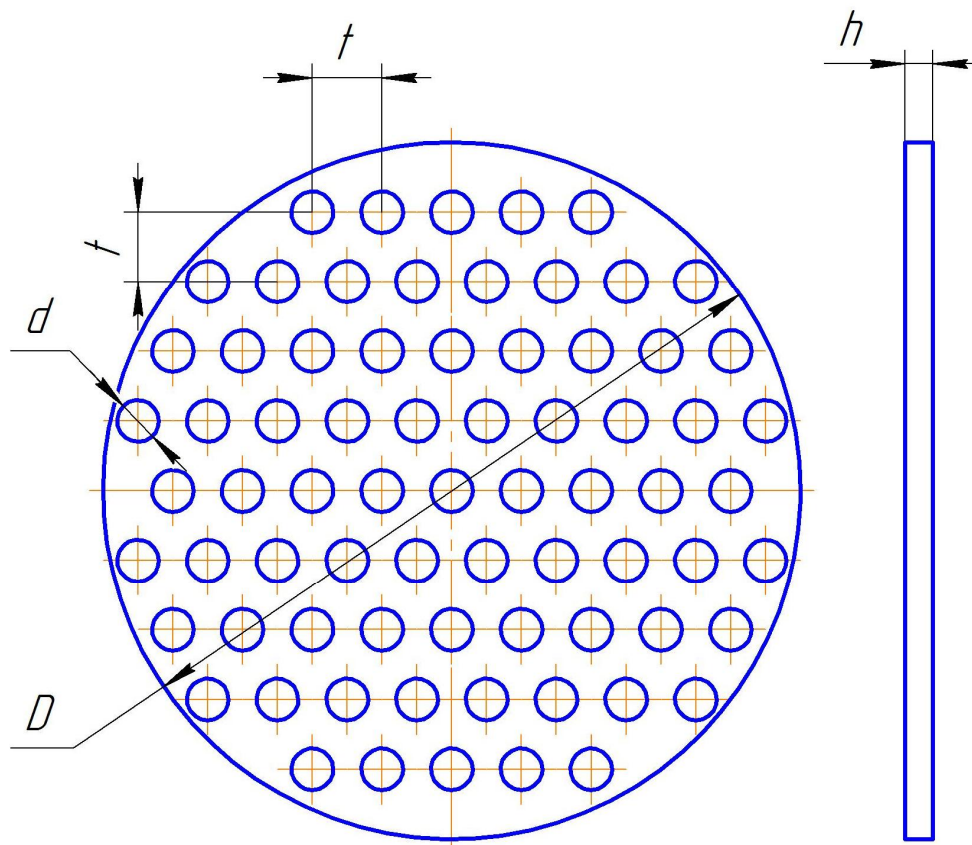

Рис. 1 Параметры для построения массива отверстий в шахматном порядке
1. Построить массив отверстий в шахматном порядке в соответствии с рис. 1 и табл. 1.